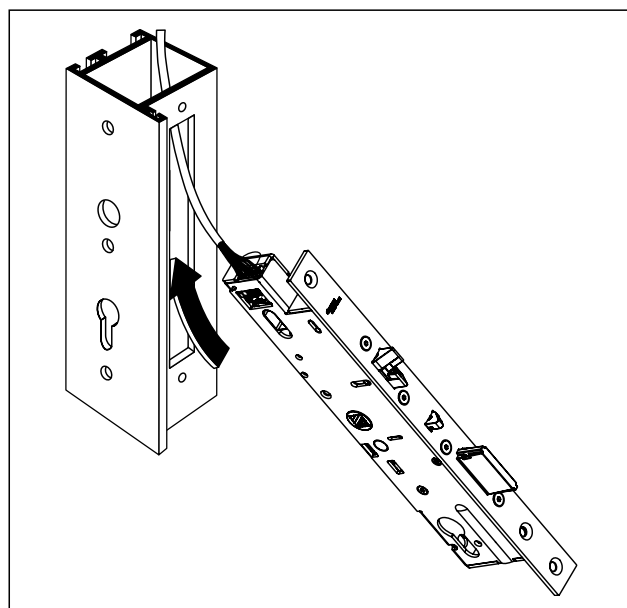

Рис. 16 Вставьте дверной замок
2. Вставьте дверной замок в углубление в дверном полотне (рис. 16).